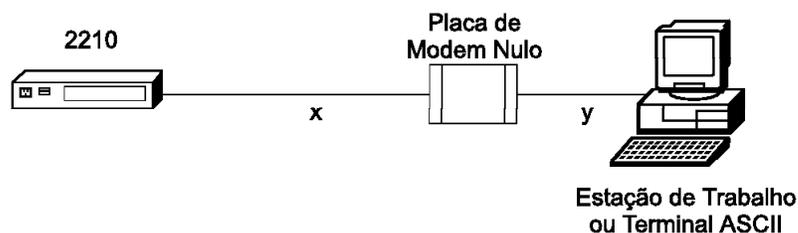

Figura 3-1. Conexão à Porta de Serviço EIA-232 via Terminal Local
- Localmente, através de uma placa de modem nulo e cabos seriais fornecidos com este produto e que são conectados à porta de serviço EIA-232 utilizando uma conexão ASCII. Veja a Figura 3-1.